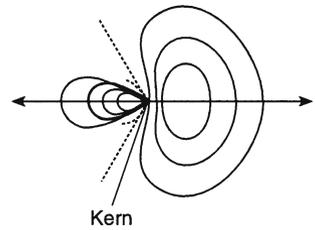

Abb. 50.  $sp^3$ -Hybrid-Orbital eines C-Atoms
**Gleichwertige Bindungen aus s- und p-Orbitalen mit Bindungswinkeln von  $109^\circ 28'$  erhält man nach Pauling durch mathematisches Mischen (= Hybridisieren) der Atomorbitale.** Aus einem s- und drei p-Orbitalen entstehen vier gleichwertige  $sp^3$ -Hybrid-Orbitale, die vom C-Atom ausgehend in die Ecken eines Tetraeders gerichtet sind (Abb. 50 und 51). Ein  $sp^3$ -Hybrid-Orbital besitzt, entsprechend seiner Konstruktion,  $1/4$  s- und  $3/4$  p-Charakter.
Aus Abb. 50 und 58 geht deutlich hervor: Die Hybrid-Orbitale haben nicht nur eine **günstigere** Orientierung auf die Bindungspartner, sie besitzen auch eine **größere** räumliche Ausdehnung als die nicht hybridisierten AO. Dies ergibt eine **bessere** Überlappung und somit eine stärkere Bindung. Die Bindung zwischen dem C-Atom und den vier Wasserstoffatomen im  $CH_4$  kommt nämlich dadurch zustande, dass jedes der vier Hybrid-Orbitale des C-Atoms mit je einem  $1s$ -Orbital eines Wasserstoffatoms überlappt (Abb. 51).